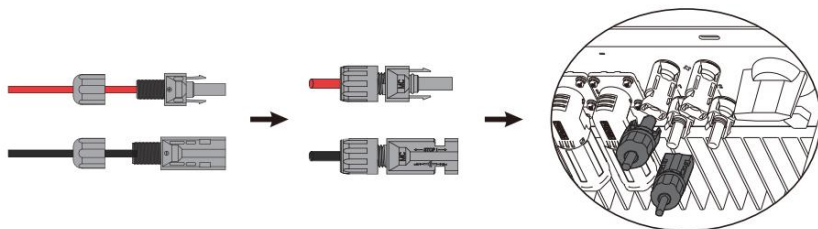

Figura 4.1-3 El enchufe fotovoltaico está conectado al inversor
Paso 3. Atornille la tapa y conéctela en el lado del inversor. Se escuchará un clic si los conectores están insertado correctamente en los enchufes fotovoltaicos. Consulte la Figura 4.1-3.